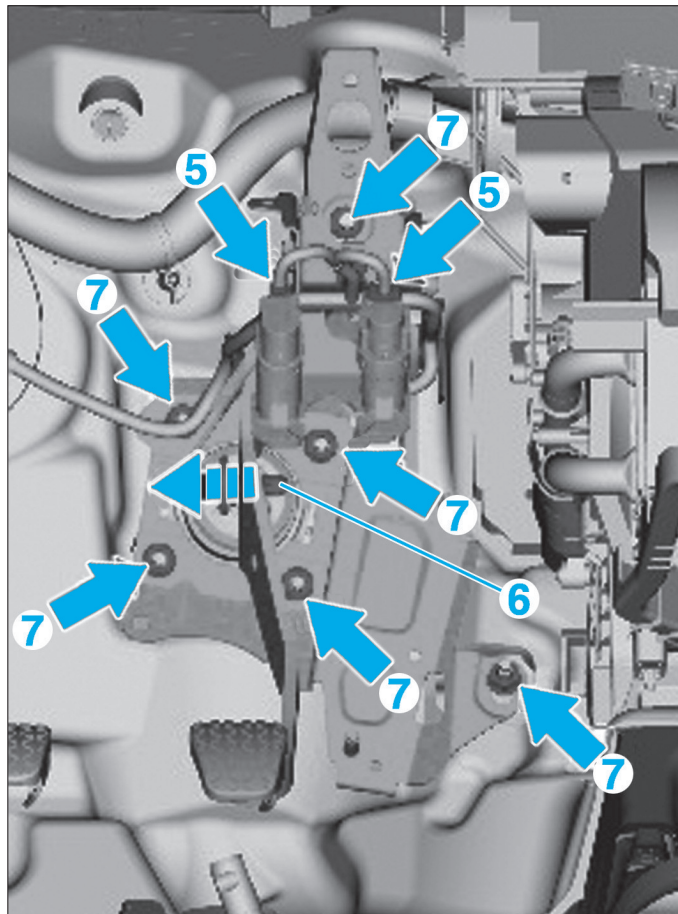

Fig. 34
- Débrancher les connecteurs (5) (Fig.34).
- l'axe (6),
- les vis (7),